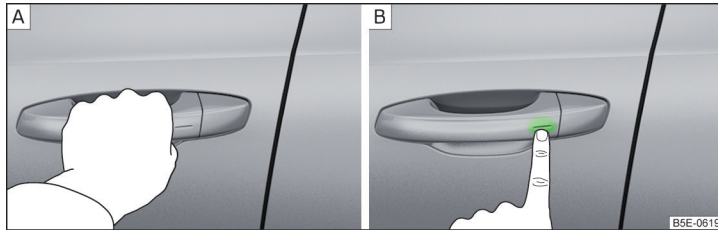

Abb. 54 Fahrzeug entriegeln / Fahrzeug verriegeln
- Den Türgriff greifen, um das Fahrzeug zu **entriegeln** » Abb. 54 - .
- Den Sensor am Türgriff mit dem Finger berühren, um das Fahrzeug zu **verriegeln** » Abb. 54 - .
- Innerhalb von 5 s den Sensor am Türgriff mit dem Finger berühren » Abb. 54 auf Seite 65 - . Die Deaktivierung wird durch einmaliges Aufblinker der Blinkleuchten bestätigt.